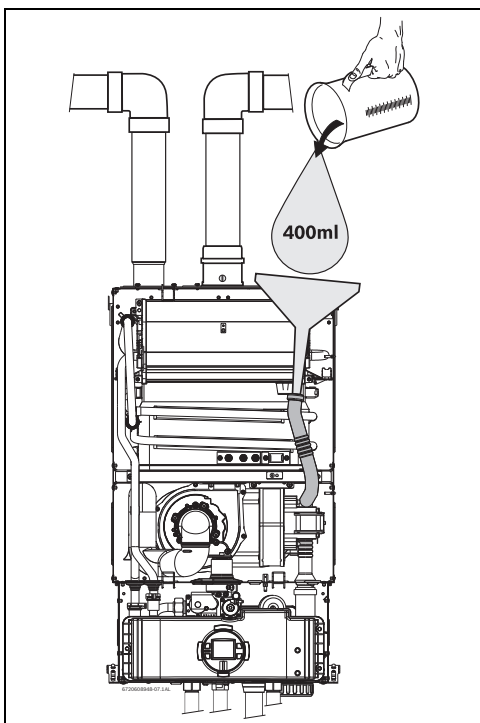

Fig. 29 Llenado del depósito de agua después de la instalación
- Llenar el depósito de aguas condensadas con aproximadamente 400 ml de agua, a través del tubo de condensados. Para evitar daños en el aparato utilice un embudo en la extremidad del tubo, consultar (Fig. 29).